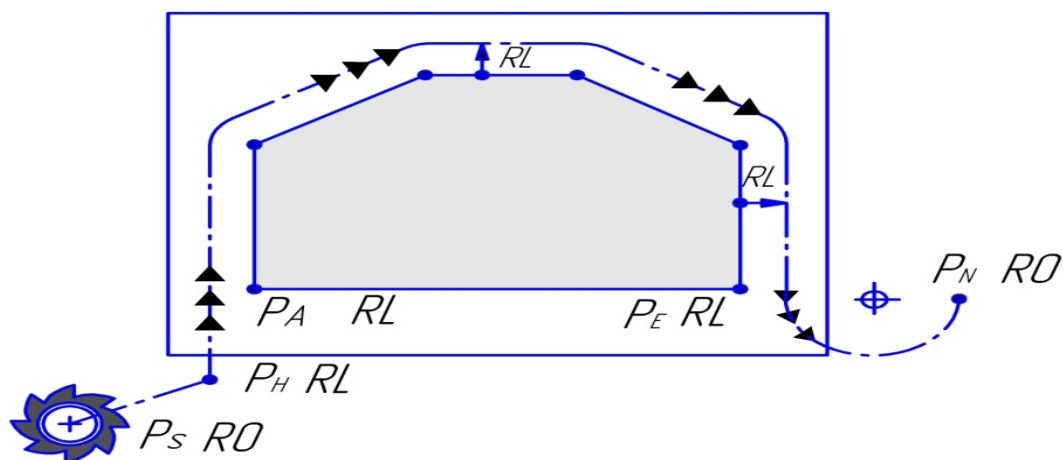

Рис. 3.7. Подвод и отвод инструмента при обработке контура заготовки
► Позицию режущего инструмента в точке старта P_S (рис. 3.7) программируют непосредственно перед APPR - предложением. Точка стар-